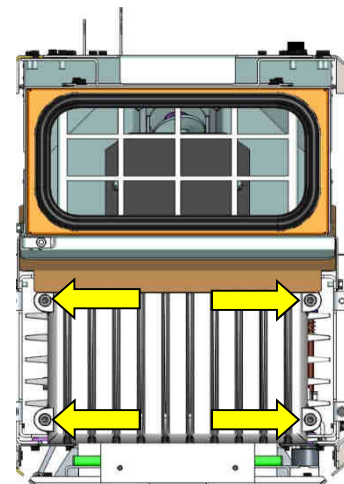

Abb. 34: Ausbau Gussdeckel
2. Die vier Befestigungsschrauben des Gussdeckels herausdrehen und den Deckel nach oben entnehmen (Abb. 34).